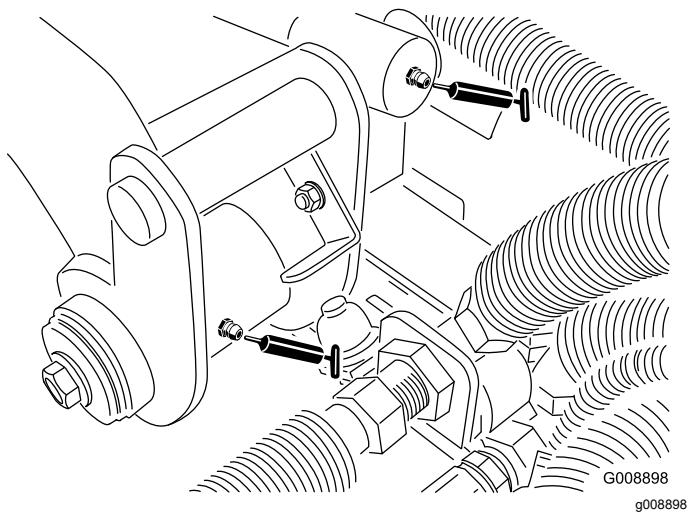

Рисунок 60
- Цилиндр поворота и подъема заднего подъемного рычага (2 места) (Рисунок 60)